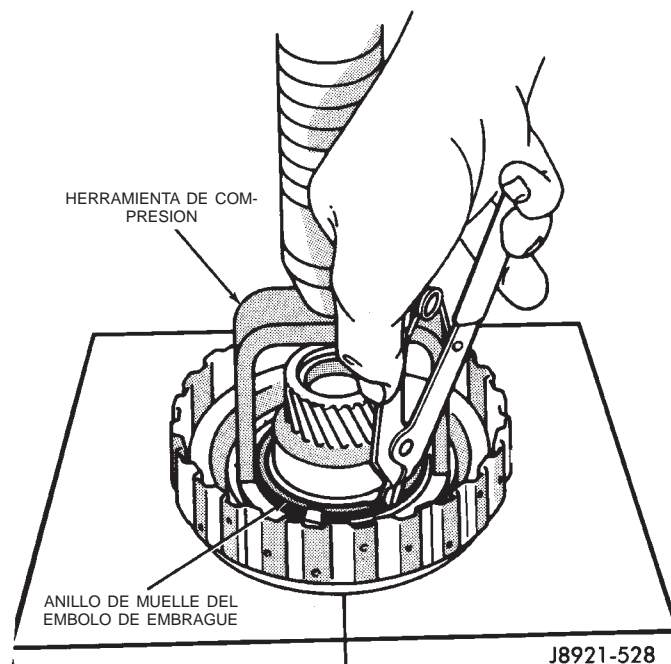
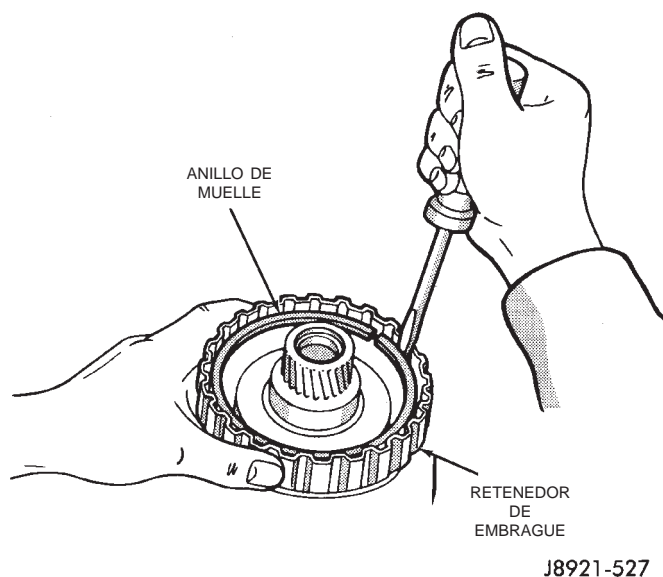

Fig. 197 Desmontaje del anillo de muelle del émbolo de embrague
Fig. 196 Desmontaje del anillo de muelle del conjunto de embrague
(5) Retire el anillo de muelle del conjunto del embrague y retire el conjunto de embrague (Fig. 196).
(6) Mida el espesor del disco de embrague de sobremarcha. El espesor mínimo permitible es de 1,84 mm (0,0724 pulg.).
(7) Si la longitud de recorrido del conjunto de embrague está fuera de las especificaciones o si algún disco de embrague no cumple con el espesor mínimo, será necesario instalar discos nuevos durante el ensamblaje.
(8) Comprima el muelle de retroceso del émbolo con la herramienta 7538 (Fig. 197). Retire el anillo de muelle y retire la herramienta de compresión.
(9) Retire los muelles de retroceso del émbolo.